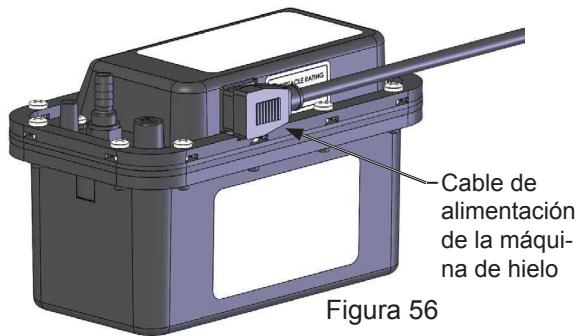

Figura 56
7. Desconecte el cable de alimentación de la máquina de hielo de la bomba de drenaje (vea la Figura 56).